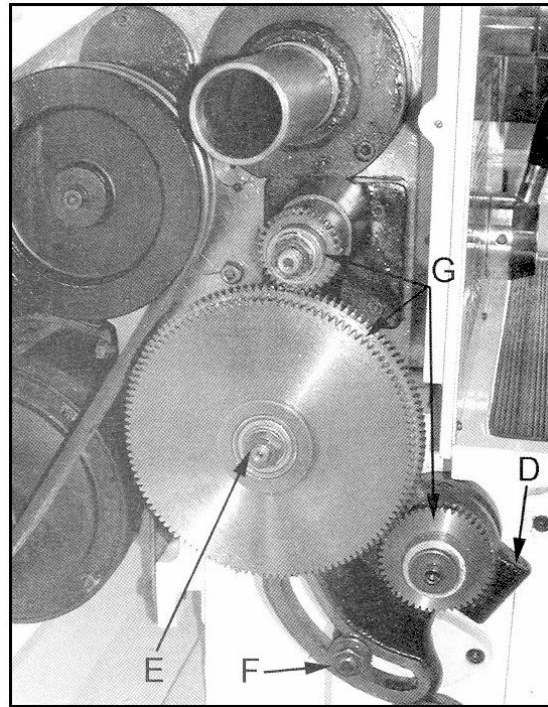

Fig 18
Lösen Sie die Schraube (D, Fig 18) und die Mutter (F) um die Räderschere auszuschnwenken.